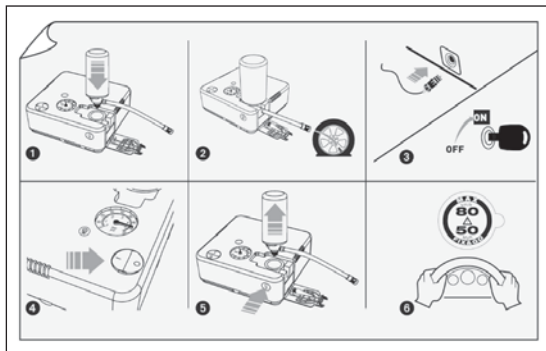

РИС. 120
- информационный проспект РИС. 120, для быстрого и правильного использования комплекта Fix&Go;